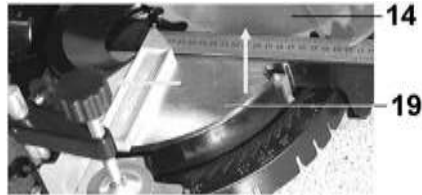

Рис. 7
Ослабьте четыре винта (33). Передвигая упор (3), установите прямой угол между плоскостью пильного диска (14) и плоскостью упора (3) по угольнику (не комплектуется), Рис. 7,8. Зафиксируйте положение упора (3) винтами (33), Рис.2,8.